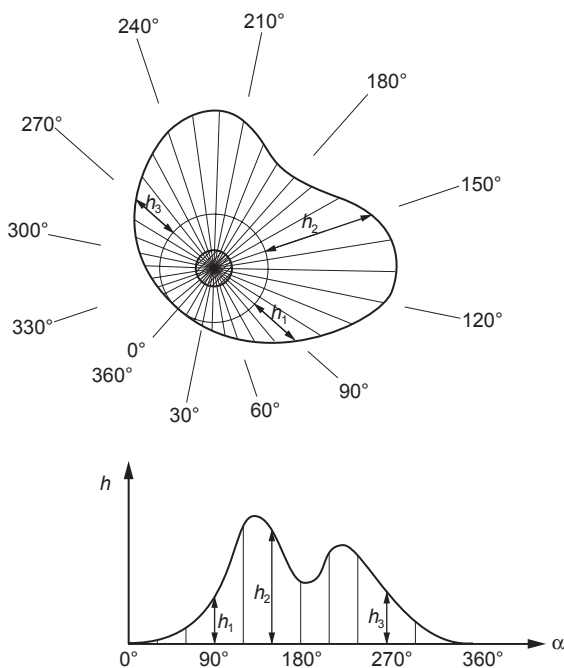

Figura 1
- sull'asse delle ordinate, le relative alzate h (Figura 1).